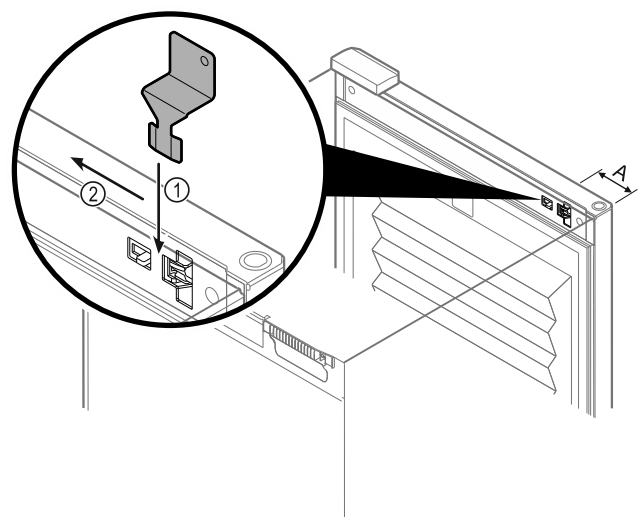

Fig. 230
- ▶ Notentriegelungsschlüssel an vorgegebener Stelle positionieren Fig. 230 (A) ≈ 100 mm (3 15/16 in).
- ▶ Notentriegelungsschlüssel Fig. 230 (1) zwischen Tür und Gerätekorpus von oben bis zum Anschlag einstecken.
- ▶ Notentriegelungsschlüssel in Richtung Scharnier ziehen. Fig. 230 (2)